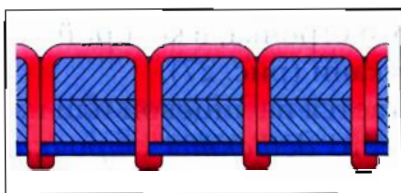

Рис. 30. Петляние снизу
**Петляние снизу** — верхняя нитка образует петли на нижней стороне ткани (нижняя нитка туго натянута) (рис. 30).